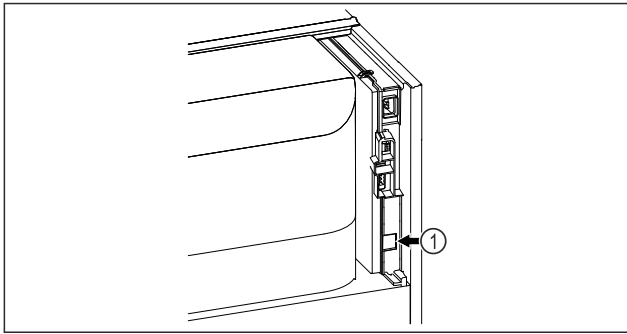

Fig. 83
- ☐ SmartModule Fig. 83 (1) установлен.